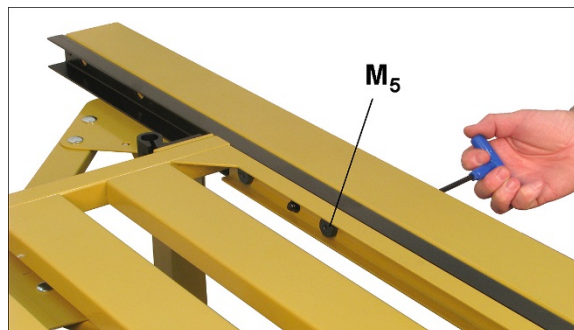

Рисунок 7-17
11. Сдвиньте стол вперед и через отверстия во внутренней направляющей ослабьте винт подшипника с помощью Т-образного шестигранного ключа (в комплекте). См. рисунок 7-17. Поворачивайте эксцентриковую гайку (М₅) до касания подшипника с верхней гранью швеллера направляющей. Не прижимайте подшипник к направляющей слишком сильно. Затяните винт подшипника.